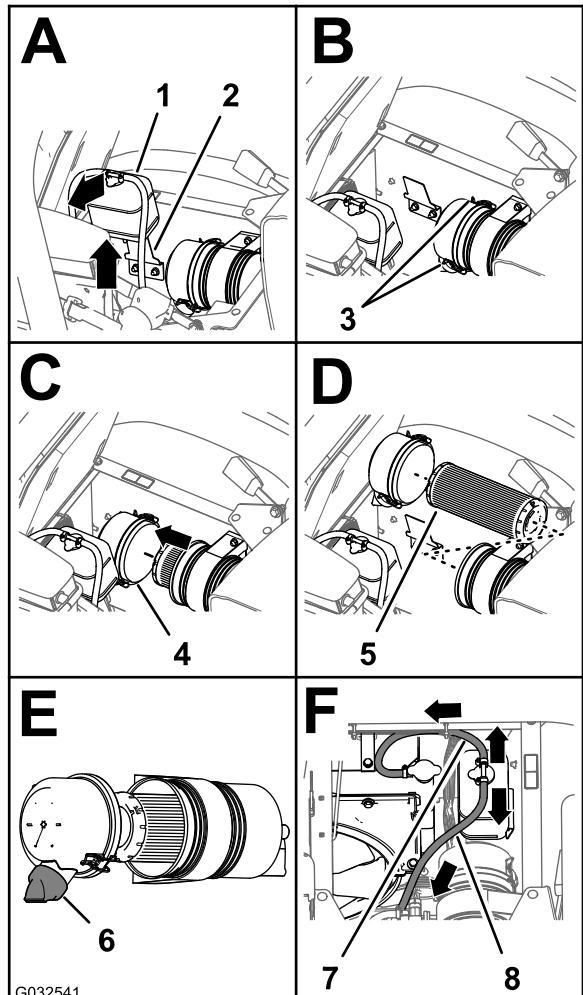

Figura 77
- Levante el depósito de expansión del refrigerante y retírelo del soporte del depósito (Figura 77).
- Abra los dos enganches que sujetan el tapón guardapolvo a la carcasa del limpiador de aire (Figura 77).
- Limpie el interior del tapón guardapolvo, la carcasa del limpiador de aire y la válvula de polvo con un trapo húmedo (Figura 76 y Figura 77).
- Instale el elemento del filtro de aire en la carcasa del limpiador de aire (Figura 77).
- Nota:** Asegúrese de que la válvula de polvo está alineada a una posición entre las 5 y las 7, vista desde el extremo (Figura 77).
- Alinee el depósito de expansión del refrigerante con el soporte del depósito y coloque el depósito firmemente (Figura 77).
Importante: Asegúrese de que la manguera de alivio de presión está enrutada hacia delante y hacia abajo, y que la manguera de ventilación está enrutada hacia atrás, según se muestra en Figura 77.